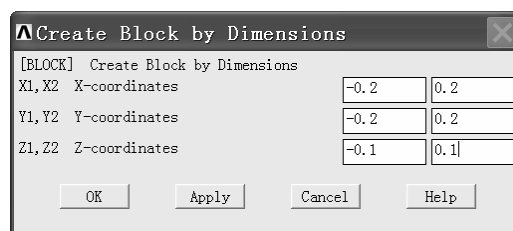
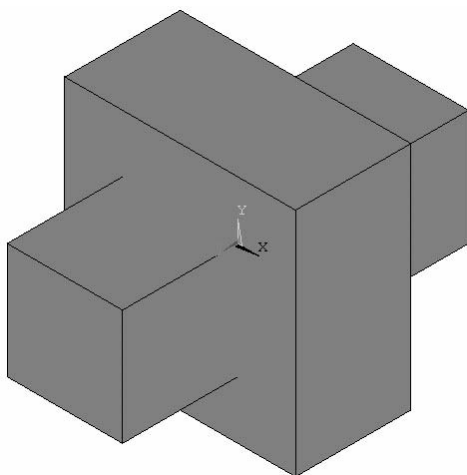
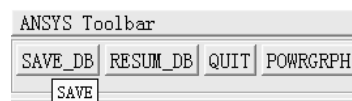

图 2-85 “Create Block by Dimensions” 窗口
图 2-86 生成第二个方块
图 2-87 工具条
(3) 在再次弹出的“Create Block by Dimensions”窗口中进行如下操作（见图 2-85）：在“X1, X2 X-coordinates”后的两个方框中分别输入“-0.2”、“0.2”，在“Y1, Y2 Y-coordinates”后的两个方框中分别输入“-0.2”、“0.2”，在“Z1, Z2 Z-coordinates”后的两个方框中分别输入“-0.1”、“0.1”，单击“OK”按钮，第二个方块生成（见图 2-86）。单击操作界面左上角工具条中的“Save_DB”按钮（见图 2-87），保存文件。